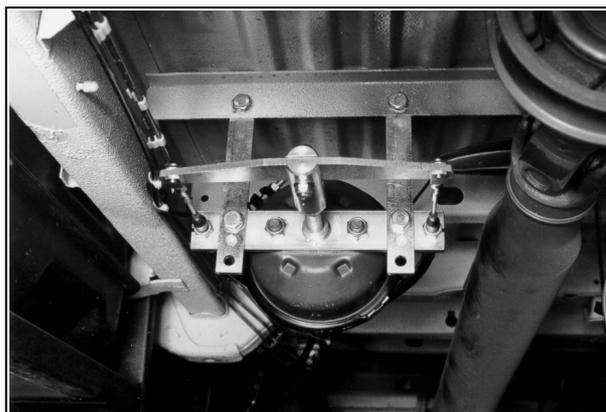

Abb.1
4. Das Zylinderelement wird anhand der mitgelieferten Traverse am Fahrzeugrahmen, wie in **Abb. 1** dargestellt, befestigt.